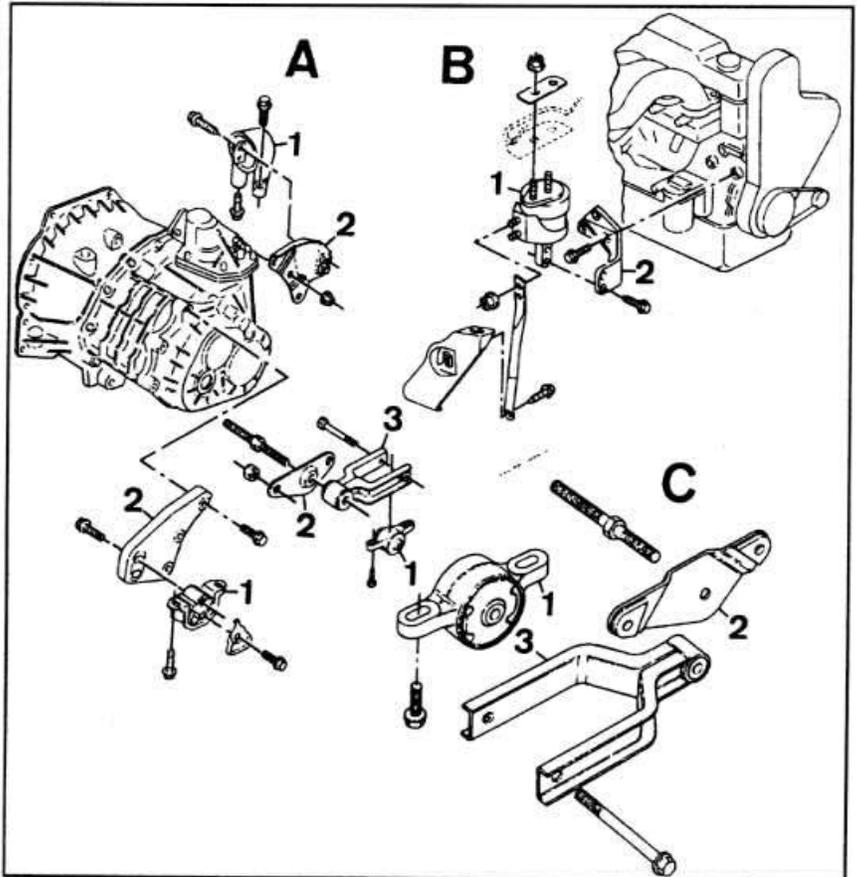

Рис. 2С.65. Подвеска силового агрегата.
- Отвинтите два болта крепления подвески к кузову и два болта крепления подвески к коробке передач. Снимите подвеску двигателя (см. рис. 2С.66).